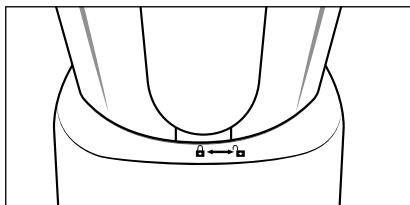

Fig. 3
- 7) Coloque el vaso **3** lleno y cerrado sobre el bloque motor **6**. Para ello, utilice los alojamientos del bloque motor **6** y asegúrese de que el asa del vaso **3** apunte hacia el símbolo . Gire el vaso **3** en sentido horario hacia la posición  (consulte la fig. 3) hasta que encastre audiblemente. Solo podrá activarse el motor si el vaso **3** está bien colocado.